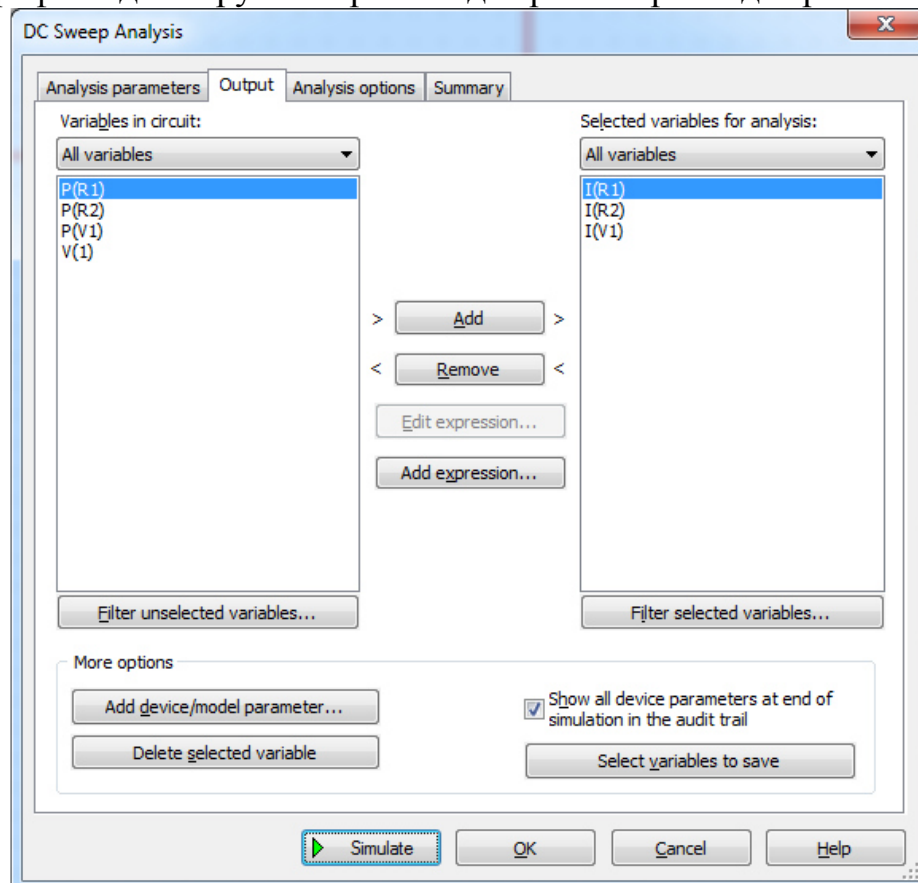

Рис.20
4. Проведіть DC Sweep - моделювання з виведенням графіків для струмів через джерело та усі елементи (рис.20). Перевірте виконання закону Кірхгофа для вузла 1.